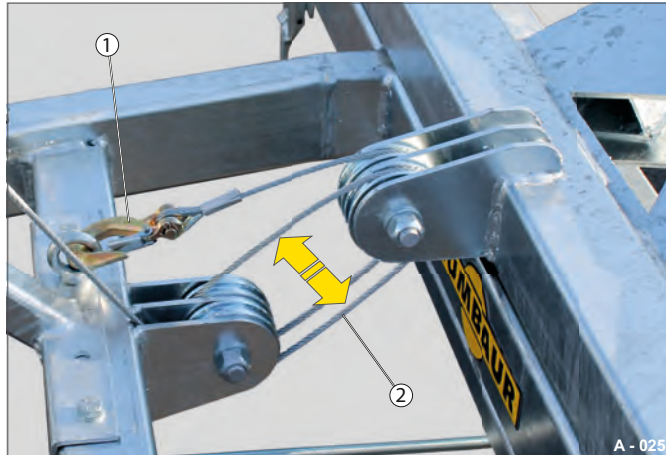

Abb. 16 Seil entlastet
- ▶ Fahren Sie das Seil (Abb. 16/2), nach der Verriegelung des Trommelgestells, etwas heraus.
- ▶ Prüfen Sie, dass der Karabinerhaken (Abb. 16/1) in der Öse gesichert ist.